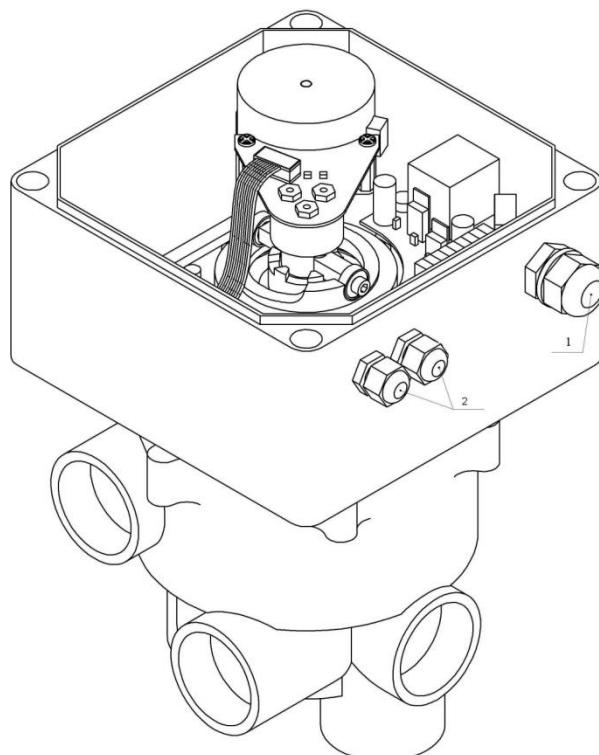
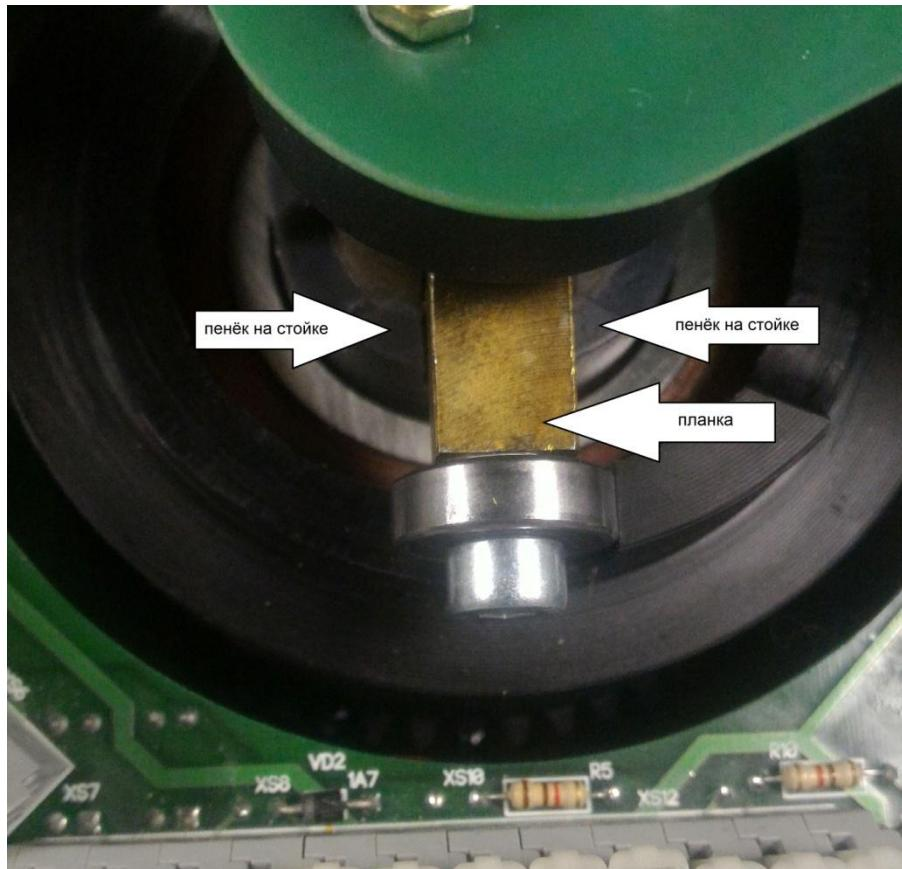
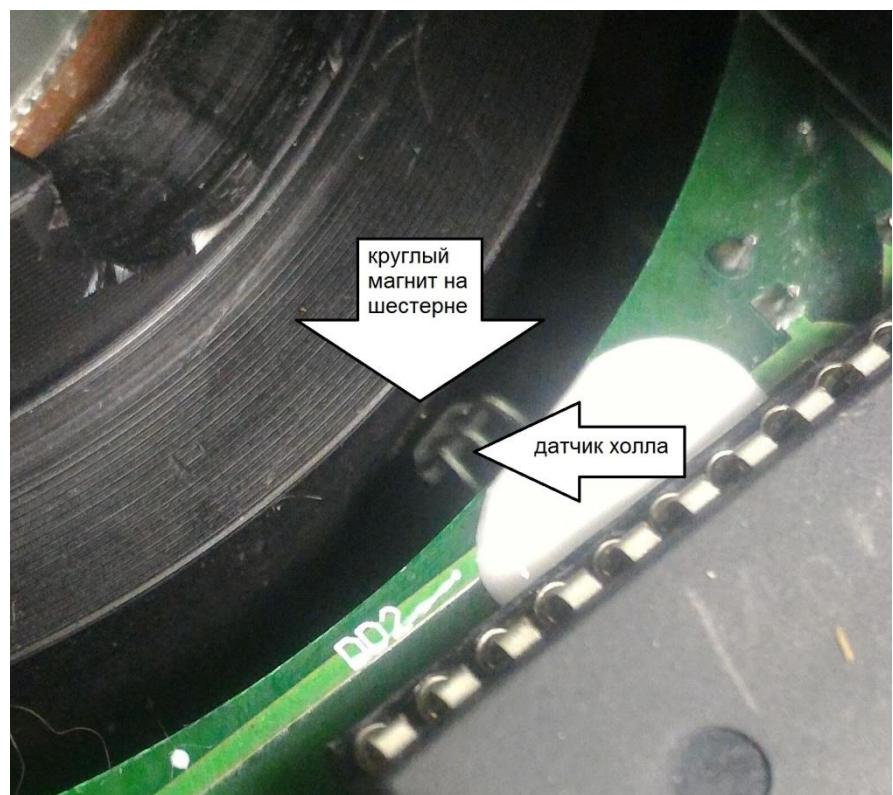

Рис. 1
Рис. 10
Рис. 11
Блок «АВТО» представляет собой электронное устройство в пластиковом корпусе (см. рис.1). Корпус состоит из двух частей, собственно корпуса (1) и крышки без петель. Для соединения корпуса с крышкой предназначены винты находящиеся по углам крышки. На крышке прибора схематично изображены основные режимы работы фильтра.
Прибор поставляется в сборе (см.рис.1- 6).
Снять адресную перемычку «J1» (находится рядом с кнопкой калибровки), нажать и держать кнопку (смотри рисунок 7), привод начнёт движение по часовой стрелке. Дождаться когда планка с меткой окажется в положении «фильтрация», через ~0,5 сек. после щелчка, отпустить кнопку (остановить привод). Положение планки (поз. 3, рис.1) должно быть **как на рис. 10**, то есть совпадать с прорезью на валу (между пеньками, но со смещением, ближе к левому). Перед тем как активировать процедуру калибровки (пункт 3), нужно проверить положение датчика холла (**Рис.11**), он должен быть точно напротив магнита в шестерне (подвести короткими нажатиями на кнопку «калибровка» магнит к датчику холла, можно аккуратно подогнать при отключенном питании прибора, влево или вправо).